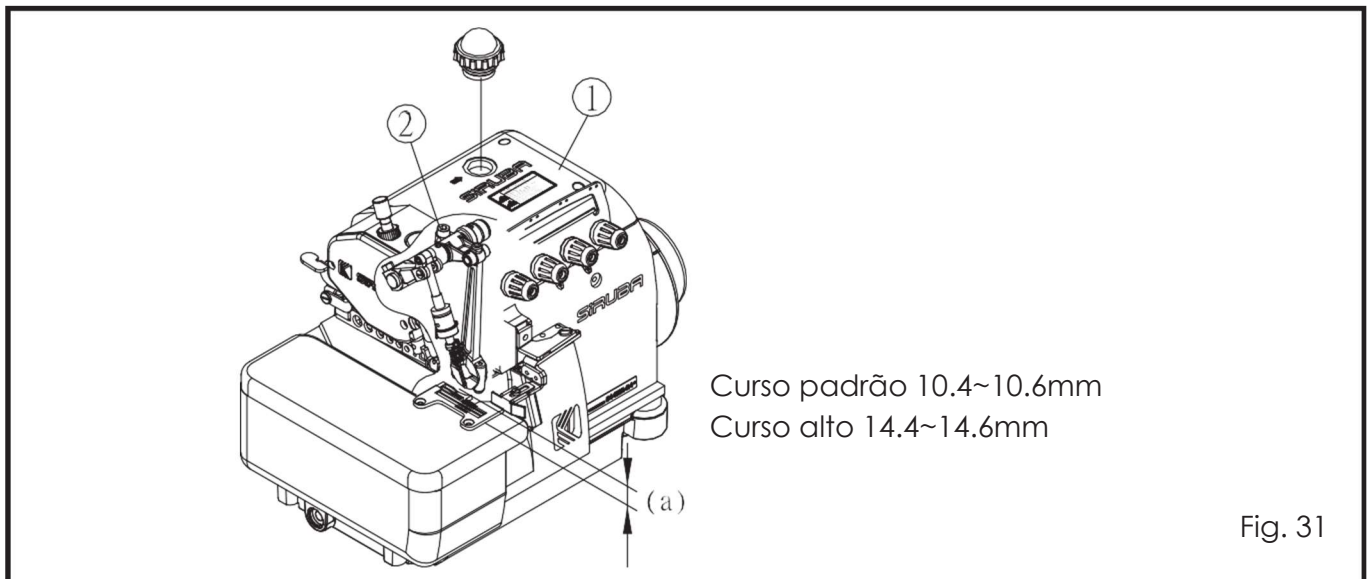

Fig. 31
1. O (a) é a distância da ponta da agulha, para a superfície da chapa da agulha, quando a agulha é elevada para o ponto mais alto, depois de girar a polia. (Fig.31)